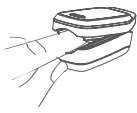

Figure 6
3. Insérez complètement le doigt comme illustré à la Fig 6.